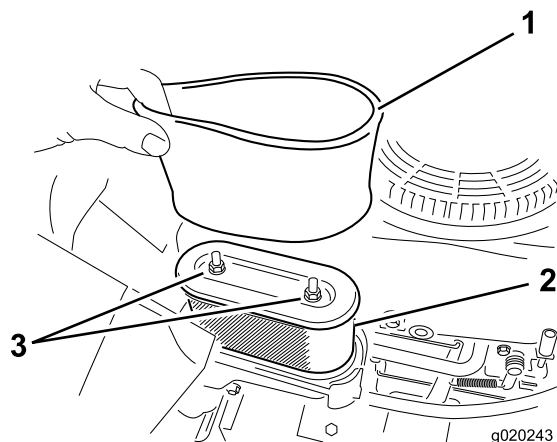

Figura 29
5. Rimuovete con cautela gli elementi del filtro in schiuma sintetica e di carta dal vano del filtro dell'aria (Figura 29).
1. Installate il filtro di schiuma sul filtro di carta (Figura 29).